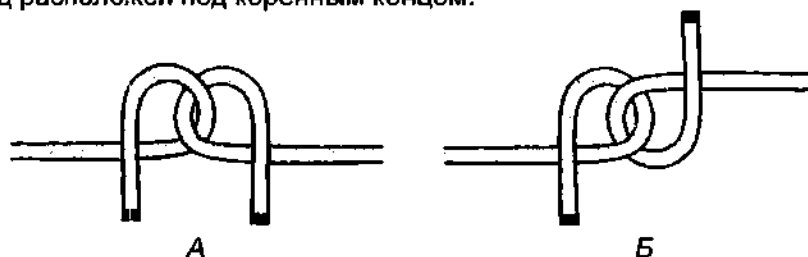

Рис. 829. А – ходовые концы смотрят в одну сторону; Б – ходовые концы смотрят в разные стороны.
2. На направление ходовых концов – в какую сторону направлены ходовые концы (рис. 829).